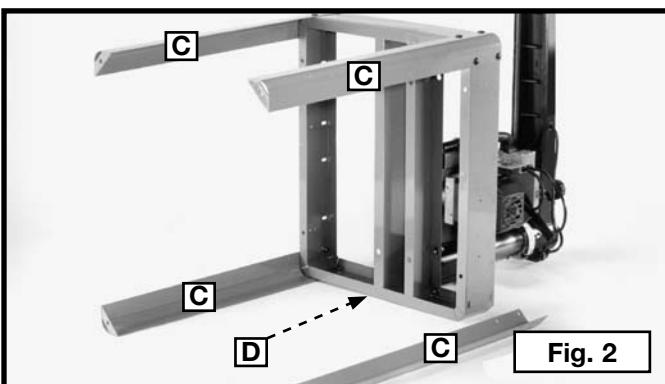

Fig. 2
2. Coloque la sierra de brazo radial de espaldas. Utilice dieciséis tornillos de cabeza de hongo de 7,93-7,1 mm (5/16-18") x 15,87 mm (5/8") para montar las patas (C) Fig. 2 (tres de los cuales se muestran colocados) en cada esquina de la base de la sierra (D). Coloque los tornillos a través de la base, luego utilice una arandela plana, una arandela de cierre y una tuerca para asegurarlos. Apriete las tuercas manualmente.